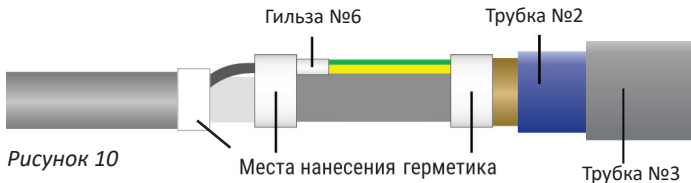

Рисунок 10
3.16. Нанести клей-герметик в указанных местах (Рисунок 10).